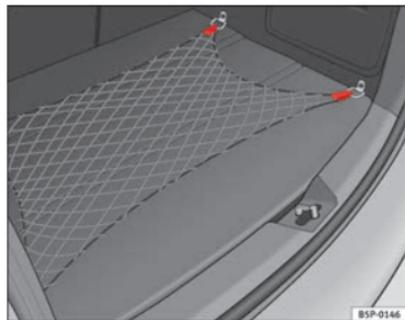

Fig. 107 Rede porta-objectos do porta-bagagens
- Utilizar as anilhas de fixação existentes nas laterais do porta-bagagens, para fixar a rede porta-objectos ⇒ Fig. 107.